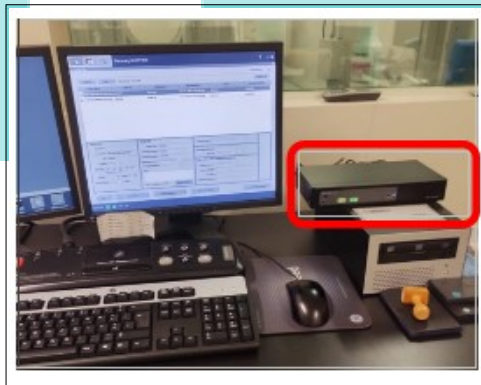

Figura 3
1. Apertar o botão “2” no dispositivo ao lado dos monitores de aquisição, para mudar para a interface da CT, conforme a Figura 3 – **Dispositivo para troca de interface Tomografia Computadorizada / Medicina Nuclear;**